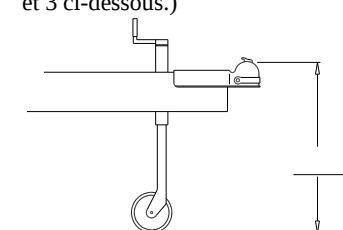

Fig. 1
2. Mettre la remorque de niveau, puis mesurer et noter la distance entre le sol et le dessus du coupleur. (Fig.1).
5. Glisser la barre d'attelage ③ dans le récepteur à manchon; insérer la cheville ⑥ et l'agrafe à ressort ⑧. Boule (achetée séparément) fixée à son support ①, glisser ce dernier vers le haut ou le bas de la barre d'attelage (celle-ci peut être utilisée en position haute ou basse) jusqu'à obtenir la hauteur de boule désirée et l'alignement des trous sur la barre. Insérer le boulon ⑩ dans le premier trou inférieur de la tête d'attelage.
6. Le rivet ⑮ et 7 rondelles d'espacement ⑦ sont fournis pour obtenir l'inclinaison adéquate des barres de stabilisation. Insérer le rivet ⑮, et selon l'angle ou l'inclinaison des barres à obtenir, utiliser 7 ou la quantité minimale de rondelles ⑦ nécessaire pour atteindre cet angle. (Voir les Figs 1, 2 et 3 ci-dessous.)